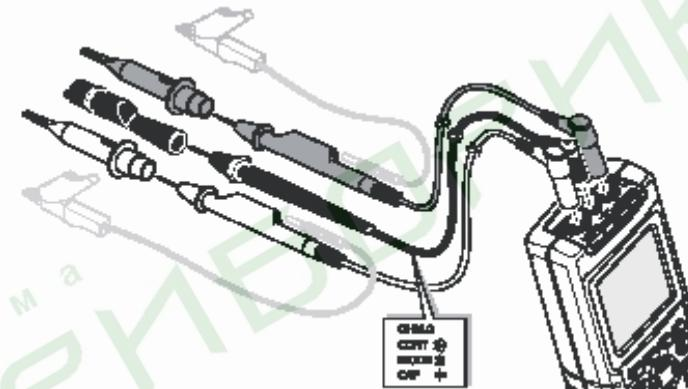

Рис. 1-7 Установка параметров измерения
- Сначала присоедините красный экранированный тестовый шнур от входа A и серый экранированный тестовый шнур от входа B к измеряемому сигналу. Соедините короткий провод заземления с соответствующим входом. (См. рис. 1-7)
Для измерения электропроводности, ёмкости, сопротивления (Ом) и проверки диодов используйте красный экранированный тестовый шнур из входа A и чёрный неэкранированный шнур заземления из входа COM. (См. рис. 1-7)